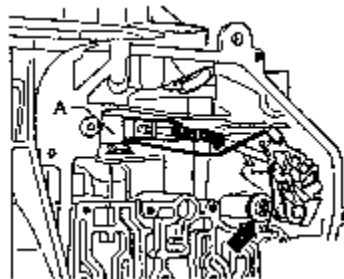

图 7-146 拆卸和安装换档轴
(3) 拆卸和安装换档杆轴。拆下图 7-146 箭头所示螺栓并且取出锁止垫圈, 锁止垫圈被放置在换档轴的槽内防止轴掉出来, 取出定位弹簧 A 后, 可以拆卸或安装换档轴。